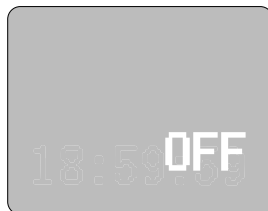

Figura 1
1. Quando il riscaldatore è collegato all'alimentazione, lo schermo visualizzerà (Figura 1).